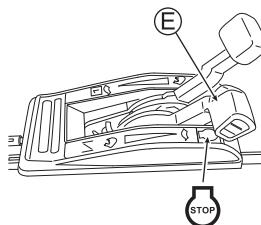

Fig. 14
- Le moteur cale si vous activez le levier de la lame alors que la Manette des gaz (E) est placée sur "STOP".
- 2 Placez la Manette des gaz (E) sur "STOP". (Voir Fig. 14)